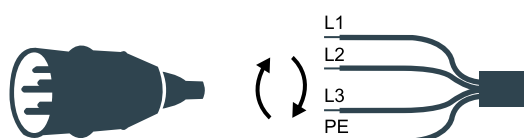

Figure 16 Raccordement électrique.
5. Appuyez sur le bouton du boîtier de commande pour lever la plateforme. Relâchez le bouton lorsque la plateforme a atteint la hauteur souhaitée ou après 10 secondes environ si la plateforme ne s'élève pas. Si la plateforme ne s'élève pas, le moteur électrique tourne probablement dans le mauvais sens. Coupez le courant et intervertissez deux des phases du branchement électrique (voir figure 16) puis essayez à nouveau de faire monter la plateforme.